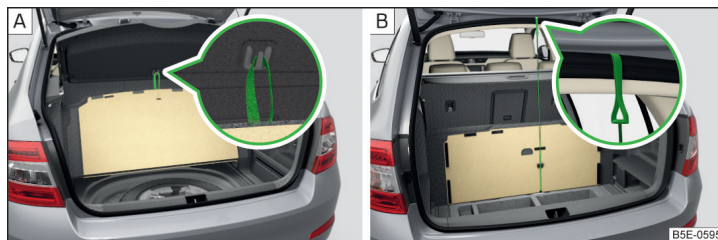

Fig. 107 Fixarea mochetei: Varianta 1/varianta 2
**Varianțe de fixare a mochetei » fig. 107**